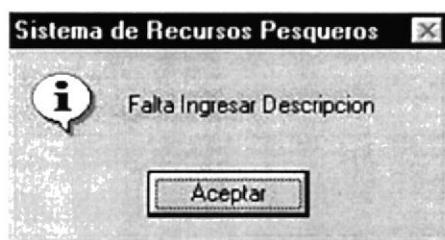

Figura 9.112 Mensaje Ingresar descripción
3. Si se ha realizado un ingreso o una modificación y no escribió la descripción del requisito se mostrará el siguiente mensaje (ver figura 9.112)